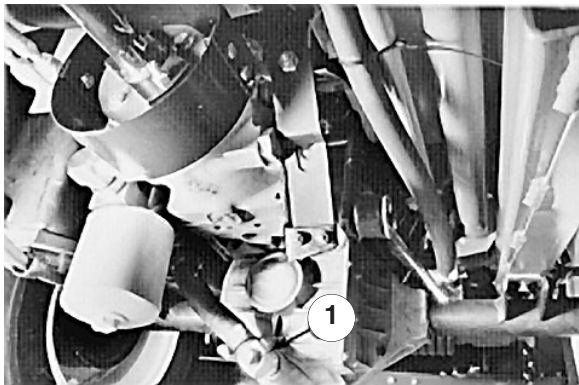
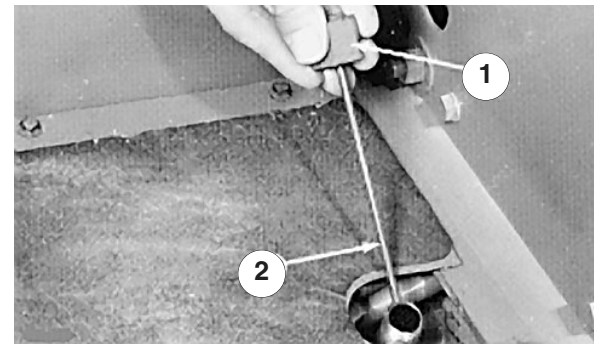

Bild 49
Bild 50
4. Nehmen Sie die Verschlusschraube an dem Teil zwischen Achsgehäuse und Ölfilter ab und lassen Sie das Öl in ein Auffanggefäß ablaufen (Bild 49).
6. Bringen Sie die Verschlusschraube an dem Teil zwischen Achsgehäuse und Ölfilter an (Bild 49).
7. Nehmen Sie den Peilstab aus dem Achseinfüllstutzen (Bild 50) und füllen Sie die Achse bis zum angegebenen Stand mit Öl des Typs und der Viskosität, die für die zu erwartenden Umgebungstemperaturen empfohlen werden (siehe obige Tabelle).
9. Lassen Sie die Maschine dann weitere zwei Minuten stehen und ziehen Sie dann den Peilstab heraus, um den Achsölstand zu überprüfen (Bild 50). Wenn zu wenig Öl darin ist, gießen Sie Öl nach, bis der Ölstand die Marke am Peilstab erreicht (Bild 50). Wenn zu viel Öl darin ist, entfernen Sie die Verschlusschraube (Bild 49)